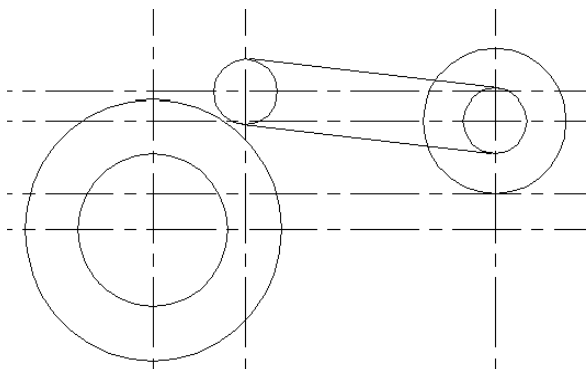

图 6-52
(9) 单击【修改】工具栏上的  按钮，把水平中心线再向上偏移“10”，与大圆在水平上相交两点。如图 6-52 所示：